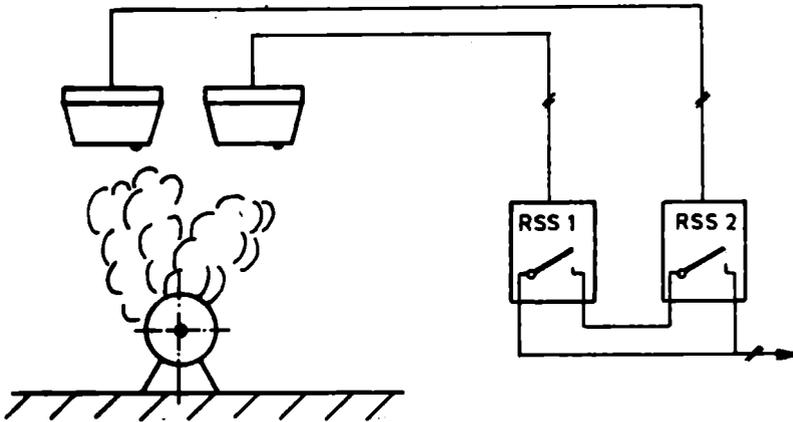

Bild 4
**Auslösen der automatischen Löschanlage mit 2-Linien-Abhängigkeit (Bild 4)**